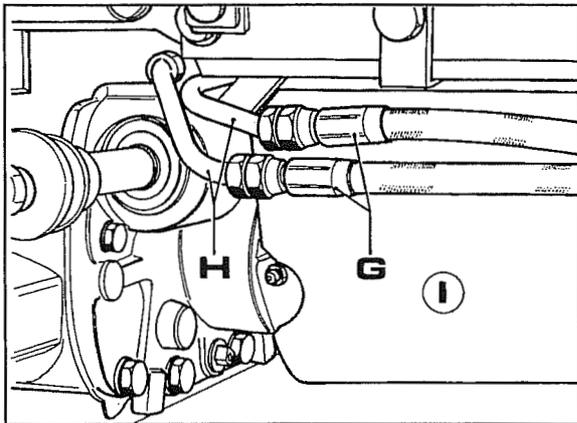

Abb. 16
16. Die beiden Schläuche **G** Abb. 16 abtrennen. Zwei Stopfen in die Enden der Leitungen **H** stecken, damit nicht jedesmal Öl ausläuft, wenn die Vorderräder gedreht werden.